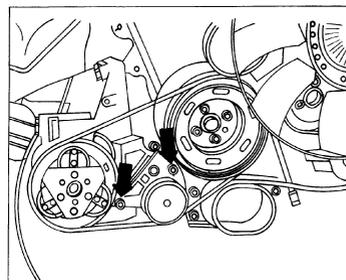

图 2-34 拆下空调压缩机多楔带张紧轮
2) 松开图 2-34 箭头所示, 空调压缩机多楔带张紧轮紧固螺栓。